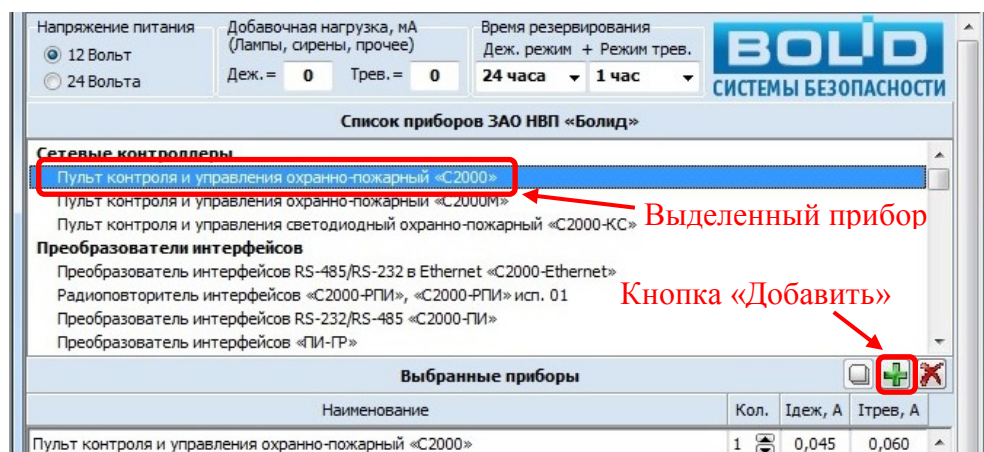

Рисунок 4. Выбор приборов
4.3 Выбрать необходимое оборудование из списка приборов НВП «Болид» (рис. 4).